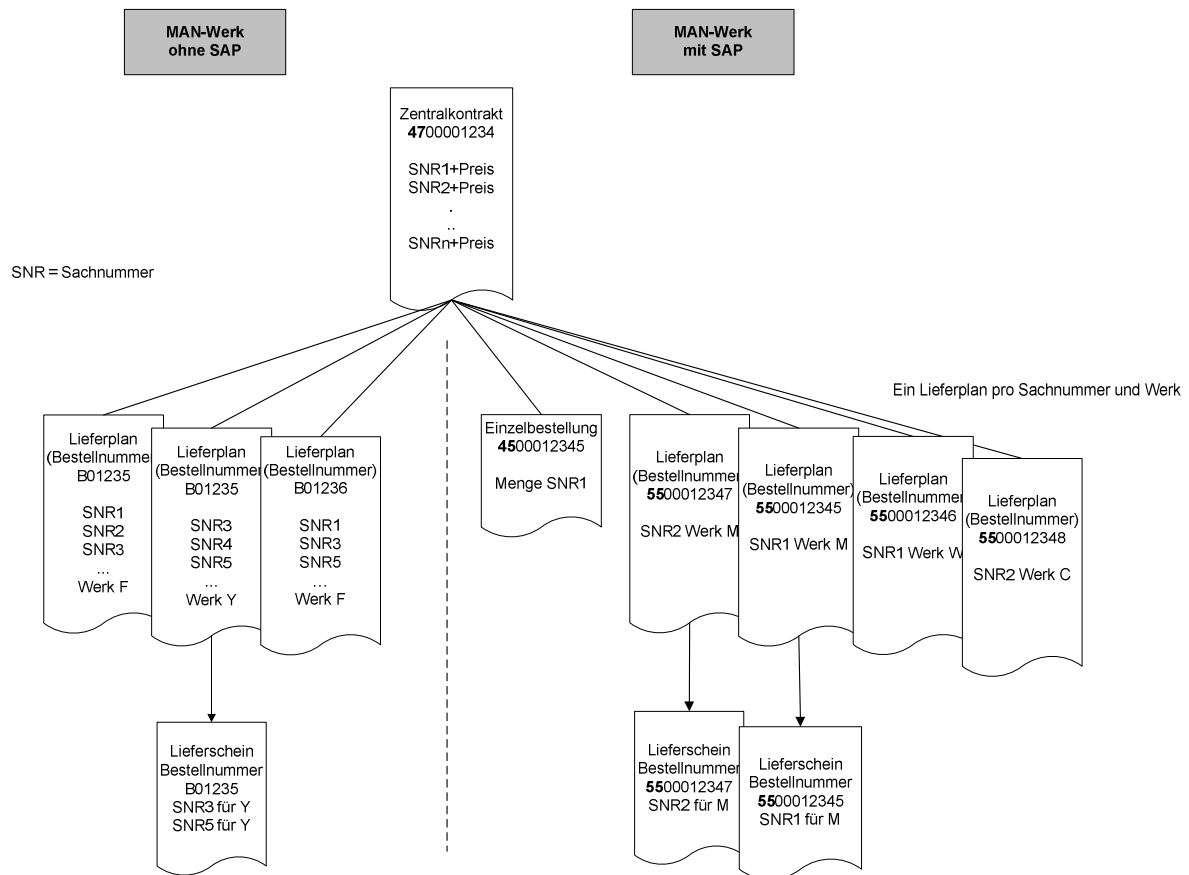

Abbildung 7 Unterschied Rahmenvertrag SAP-Werk – nicht SAP-Werk
In den SAP-Werken (siehe Abbildung 5) München (M), PDC Deutschland Süd (EM), Nürnberg (N), Salzgitter (W), Salzgitter Ersatz (ES), Krakau (C), Wittlich TMC (I), München TMC (Q), Plauen (S) und Steyr KUL (K) arbeitet MAN mit eindimensionalen Lieferplänen. Die Lieferpläne werden werksabhängig mit Bezug zu einem Zentralkontrakt generiert. Jeder Lieferplan enthält genau eine Position mit Positionsnummer 10. Die Lieferplannummer besitzt 10 Stellen und beginnt mit 55* (Bsp.5500123456) - siehe Abbildung 7.